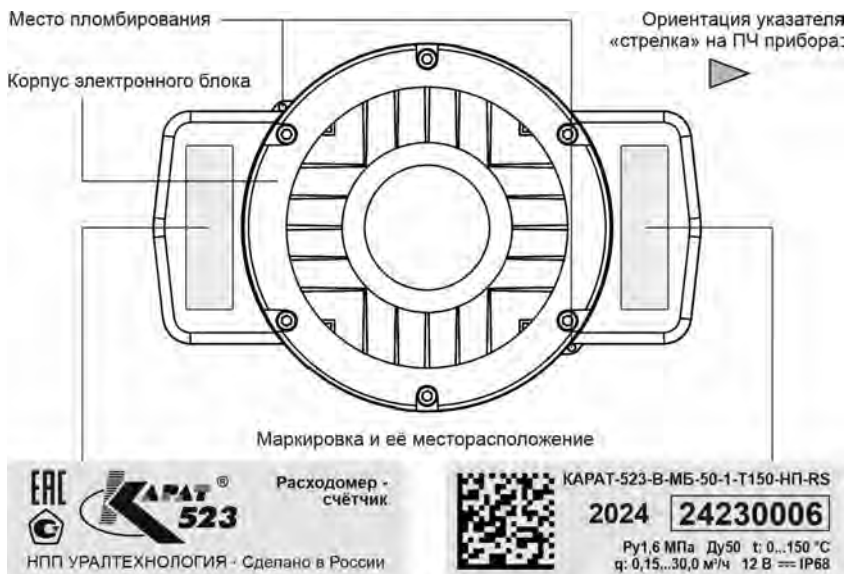

Рисунок 5 – Внешний вид электронного блока с маркировкой
- После поверки расходомера организация-поверитель выполняет пломбирование расходомера пломбой (пломбами) с нанесенным знаком поверки. Пломба с нанесенным знаком поверки предназначена для предотвращения несанкционированного доступа к внутренним элементам измерительной части и регулировочным узлам. Пломбируется корпус электронного блока (рисунок 3, позиция 5 и рисунок 5, «место пломбирования»). Пломбирование проводится установкой свинцовых (пластмассовых) пломб на проволоке, пропущенной через отверстия в приливах на корпусе (допускается использовать одну пломбу, пропуская проволоку одновременно через оба пломбировочных прилива, рисунок 5, «место пломбирования»), или установкой самоклеящейся пломбы из водостойкого материала на корпус электронного блока (рисунок 3, позиция 3).